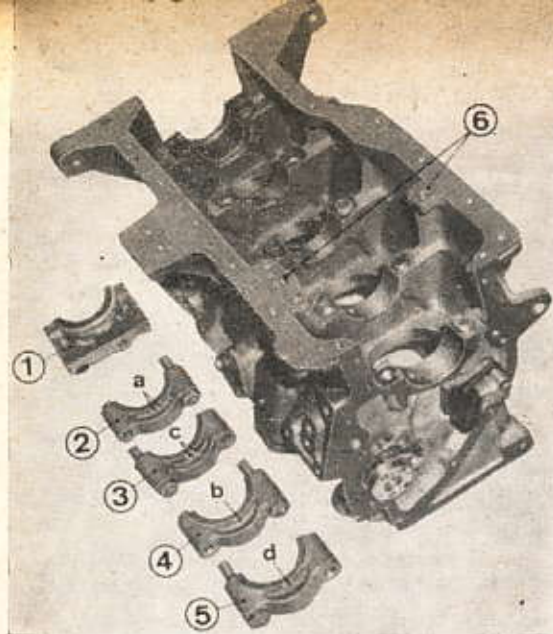

Fig. 8. — Carter moteur et chapeaux de paliers.
Mais le bloc-cylindres diffère de celui des moteurs à 3 paliers par la fixation de la pompe à huile sur le plan de joint (6) (fig. 8) du carter inférieur.